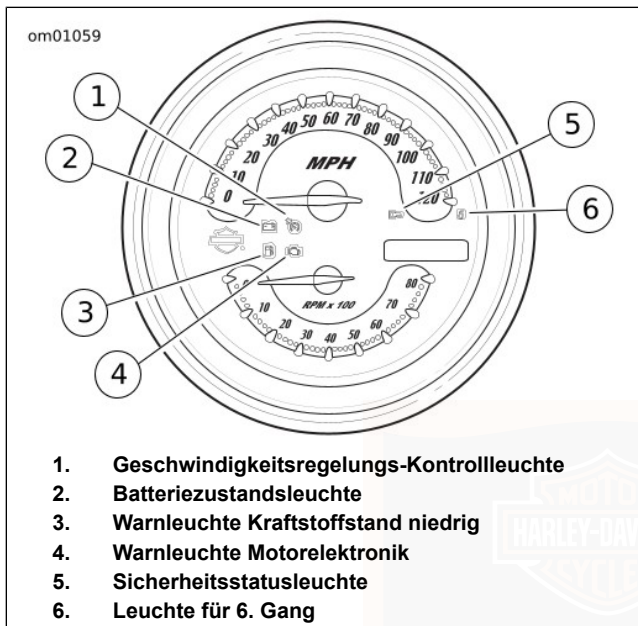

Abbildung 9. Warnleuchten: FLHRSE3
Siehe Abbildung 9. Die Warnleuchte Motorelektronik (4) zeigt an, ob Motor/Motor-Management-System normal funktioniert. Die Farbe der Warnleuchte Motorelektronik ist orange.
Siehe Abbildung 9. Die Warnleuchte Kraftstoffstand niedrig (3) leuchtet auf, wenn nur noch etwa 3,8 L Benzin (1,0 US gal) im Tank vorhanden sind. Die Farbe der Warnleuchte Kraftstoffstand niedrig ist orange.
Siehe Abbildung 9. Das Batterie-Ladesymbol (2) leuchtet auf, um ein zu starkes oder nicht ausreichendes Laden der Batterie anzuzeigen. Siehe WARTUNG UND SCHMIERUNG > BATTERIE: ALLGEMEINES (Seite 124).
Siehe Abbildung 9. Die Sicherheitsstatusleuchte (5) leuchtet auf, wenn das Sicherheitssystem scharfgeschaltet ist. Siehe SMART-SICHERHEITSSYSTEM > HARLEY-DAVIDSON SMART-SICHERHEITSSYSTEM (Seite 59).
Siehe Abbildung 9. Modelle mit Geschwindigkeitsregelung verfügen über eine zusätzliche Kontrollleuchte (1).
Siehe Abbildung 9. Die Leuchte für den 6. Gang (6) leuchtet, wenn das Getriebe in den 6. Gang schaltet.